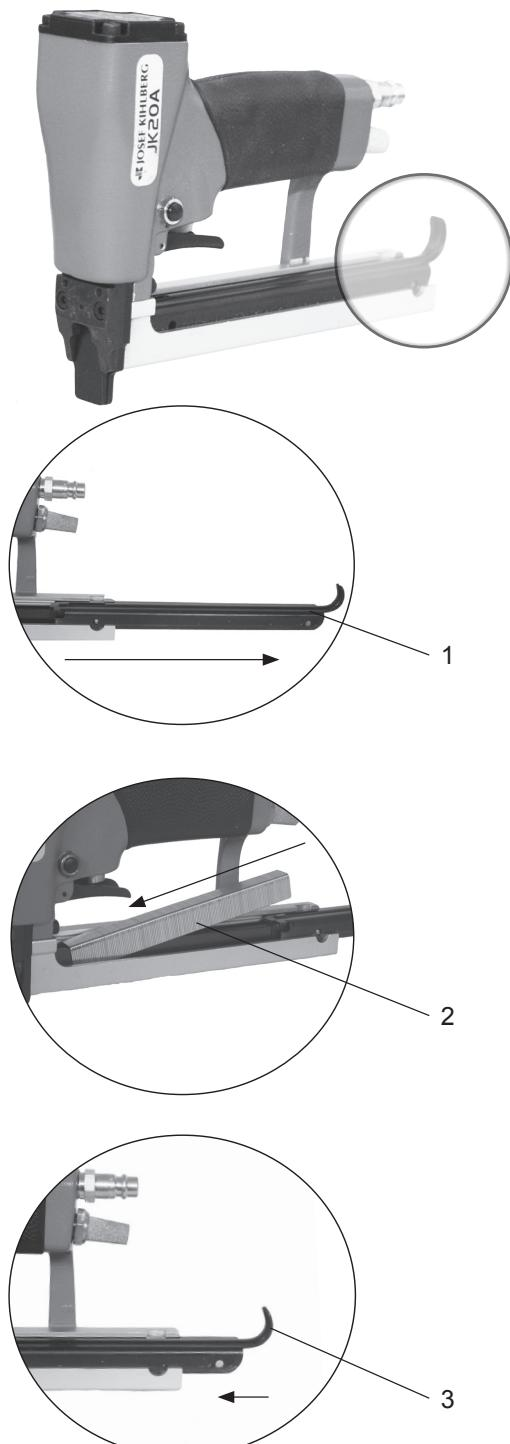

Fig. 4
1. Drag ut magasinslocket till sitt bakre läge (Fig. 4/1).